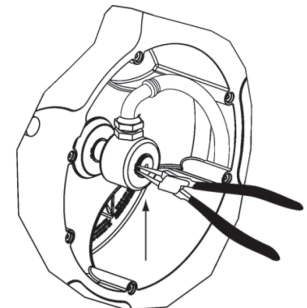

Fig. 17
- Remove the circlip and pull the swivel. Be careful not to damage the swivel O-Ring (Fig. 17).
- Quite la arandela de seguridad y tire de la rótula hacia fuera con cuidado de no dañar la junta interior (Fig. 17).